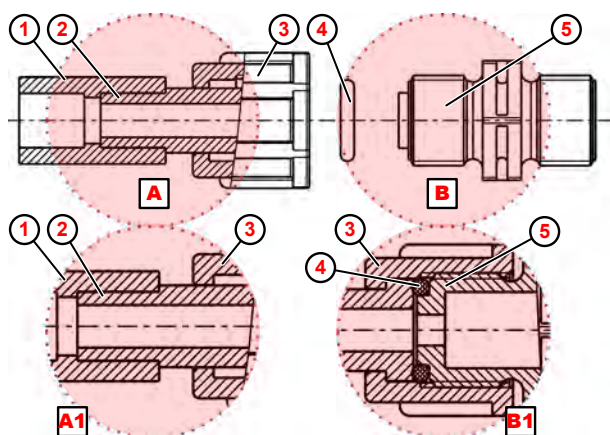

Bild 20: Rörkoppling med svetsad fog
1. ➤ Svetsa fast fogen (Bild 20 , ①) på slangkopplingen.
2. ➤ Placera o-ringen ④ i sug- eller tryckventilens spår ⑤ .
3. ➤ Dra åt kopplingsmuttern ③ (detalj **B1**).